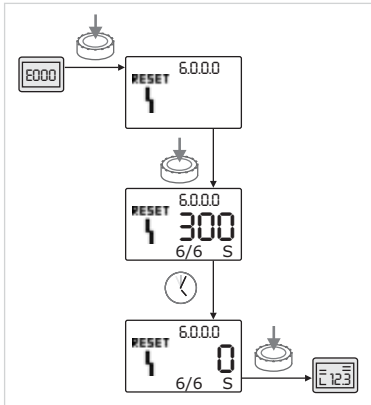

Fig. 45: confirmación del tipo de fallo B (X=Y)
- Si la frecuencia actual del fallo es igual que la frecuencia máxima (Fig. 45):